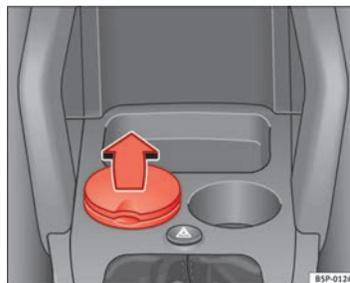

Fig. 116 Cenicero alojado en portavasos delantero
- Para abrir el cenicero, levante la tapa ⇒ fig. 116.